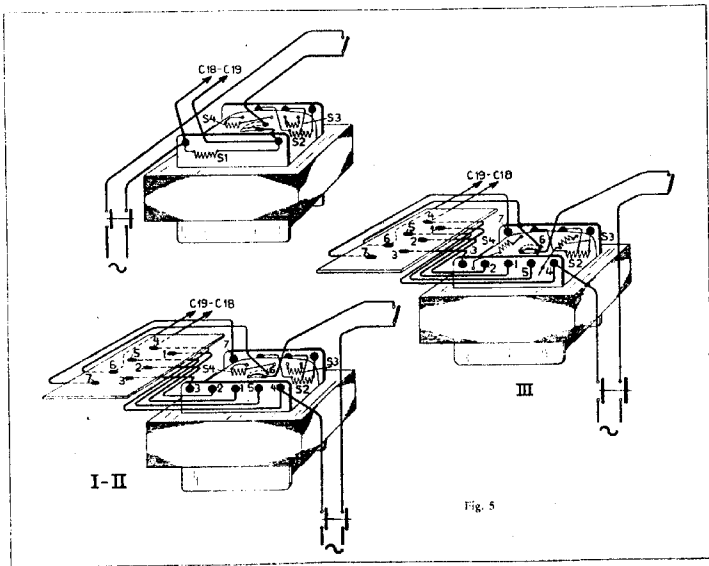

Fig. 5
fig. 5). Men draait de schroefjes der doorverbindingstrippen vooral niet geheel uit, daar de strookjes slechts om een vast punt gedraaid behoeven te worden. Wanneer slechts twee van de drie strookjes gebruikt behoeven te worden, legt men het overblijvende strookje op een der beide andere. Er moet met de uiterste zorg voor gewaakt worden, dat geen schroefjes in het apparaat vallen en daarin blijven liggen.
z.g. enkelspanningstransformator voor een vaste netspanning en drie omschakelbare transformatortypen. Op het spannings-schemaplaatje staat aangegeven welk type transformator is ingebouwd. (I, II, of III). De wijze van aansluiten der vier modellen is aangegeven in fig. 5).